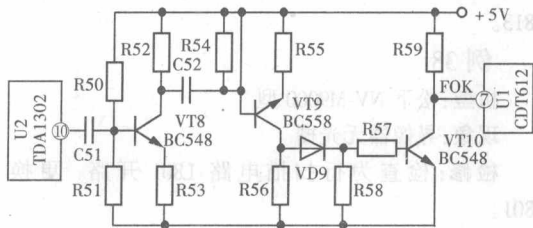

图 2
分析与检修:打开机盖,通电观察,发现主轴电机不转动。我们知道,主轴电机是否转动与 RF 信号处理系统内的 FOK 信号直接有关,FOK 信号是主轴电机转动的必要条件。检修时首先测量中央处理器 U1(CDT612)⑦脚 FOK 信号输入端电压,结果没有跳变的高电平 +5V 电压,由此判断故障肯定在激光头组件或 FOK 信号形成电路。本着先易后难的原则,先检查激光头。取出碟片,使碟盒在无碟时进入,以便仔细观察激光头的聚焦搜索动作,发现物镜能上下运动数次,从侧面看激光头物镜上有红色激光发出。由于该机使用时间不长,估计激光头老化、损坏的可能性较小,故重点检查 FOK 形成电路(如图 2 所示)。该机采用飞利浦 MKH612 机芯,它与其他机芯的显著差别是,FOK 电路并没有集成在前置放大电路内,而是由分立元件组成。对 FOK 电路仔细检查后发现,三极管 VT9 的 b-e 极已开路,换上新的 BC558 后,故障排除。